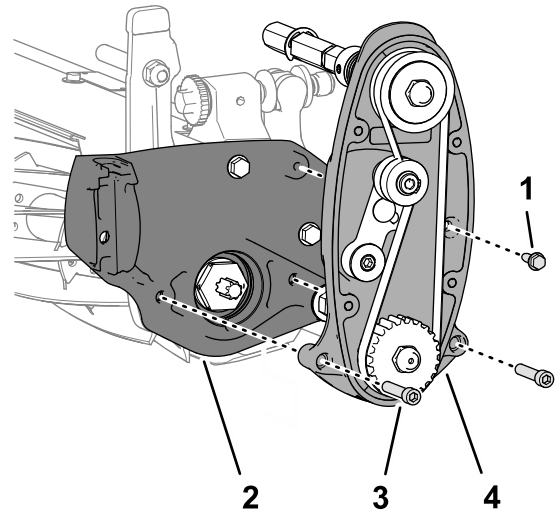

Figure 7
2. Retirez la vis à embase (1/4" x 3/4") qui fixe l'entraînement du cylindre sur la plaque latérale de l'unité de coupe (Figure 7).
3. Retirez les 2 vis à tête creuse (5/16" x 1 1/2") des 2 contre-écrous (dans la plaque latérale) qui fixent l'entraînement de cylindre sur la plaque latérale de l'unité de coupe, et déposez l'entraînement de cylindre (Figure 7).